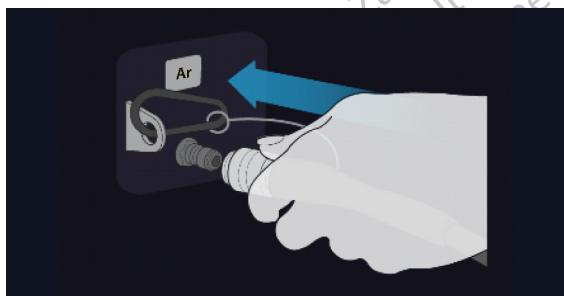

Figura 10. Ligar a linha de alimentação de gás argon
4. Ligue a linha de alimentação de gás argon a alta pressão à admissão de argon na consola utilizando o conector de ligação rápida situado na parte traseira da mesma (veja a Figura 10).